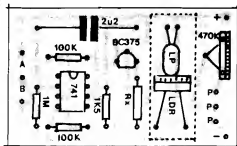

Fig. 4
- **FIG. 4 - "CHAPEADO" DA MONTAGEM** - Também sem complicações, a visão da placa pelo seu lado não cobreado, em tamanho natural (notem que na figura anterior, o padrão de ilhas e pistas cobreadas também é mostrado em escala 1:1...) indica com clareza as posições, valores, códigos, polaridades e outras características importantes dos componentes... Observar a acomodação do Integrado, com sua extremidade marcada voltada para a posição ocupada pelo "capacitorzão", o lado "chato" do transistor apontando para a localização de **Rx**... Cuidado para não "trocar" os valores dos resistores em função dos lugares que devem ocupar na placa... Aproveitar para observar com quem se confrontar, diretamente, a lâmpadinha e o LDR, ambos devendo ter seus terminais dobrados em ângulo reto, depois da soldagem (e a partir de um pré-cálculo do comprimento necessário...), de modo que a "cara" do LDR fique bem alinhada